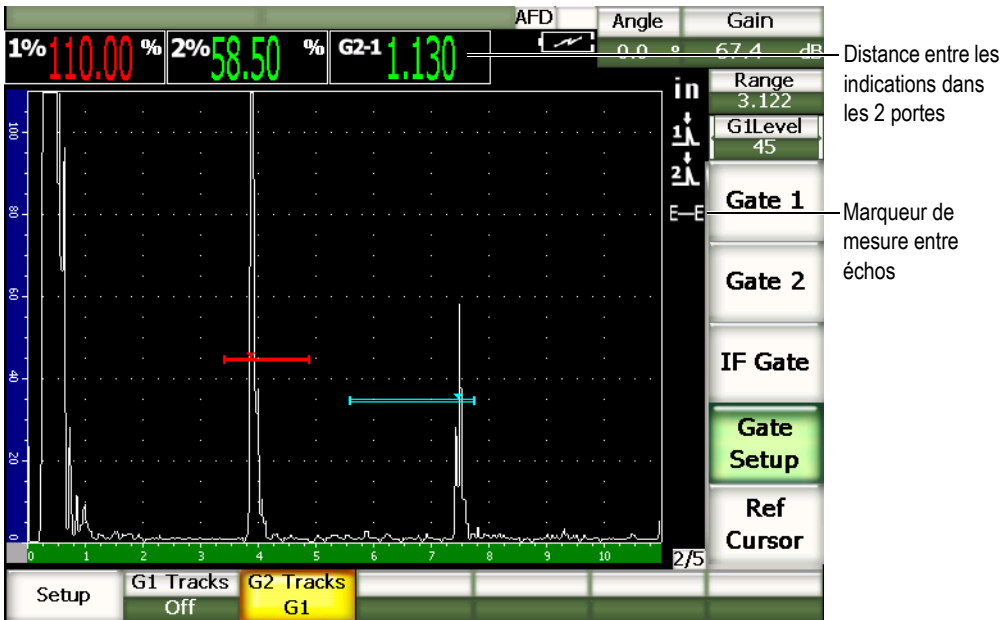

Figure 6-6 Exemple de mesure entre échos
2. Comme montré dans l'exemple de la Figure 6-6 à la page 118, positionnez la porte 1 sur le premier écho à contrôler, et puis positionnez la porte 2 sur le second écho à contrôler.